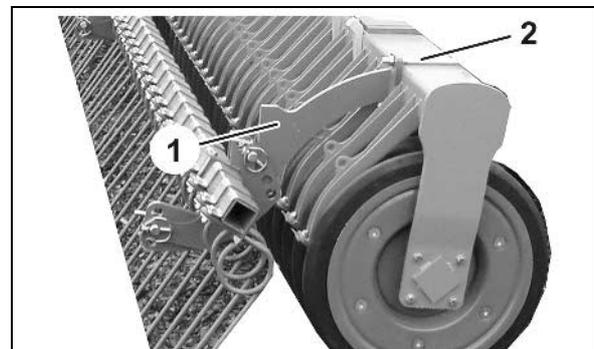

Fig. 15
- o Desserrez l'étrier de blocage (Fig. 15/2) à gauche et à droite et enlevez le recouvreur avec son support (Fig. 15/1).